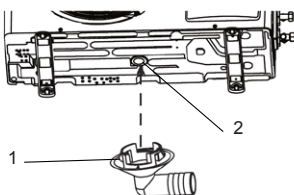

Fig. 9 -
1. Bevestig de meegeleverde verbinding (1-"Fig. 9 -") in de opening (2-"Fig. 9 -") in het onderstel van de buitenunit. De verbinding wordt bevestigd door het geprofileerde deel in de opening te steken.